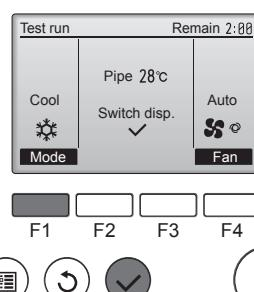

Fig. 7-3
- ① Nacisnąć przycisk [F1], aby zmienić tryb pracy. (Fig. 7-3)